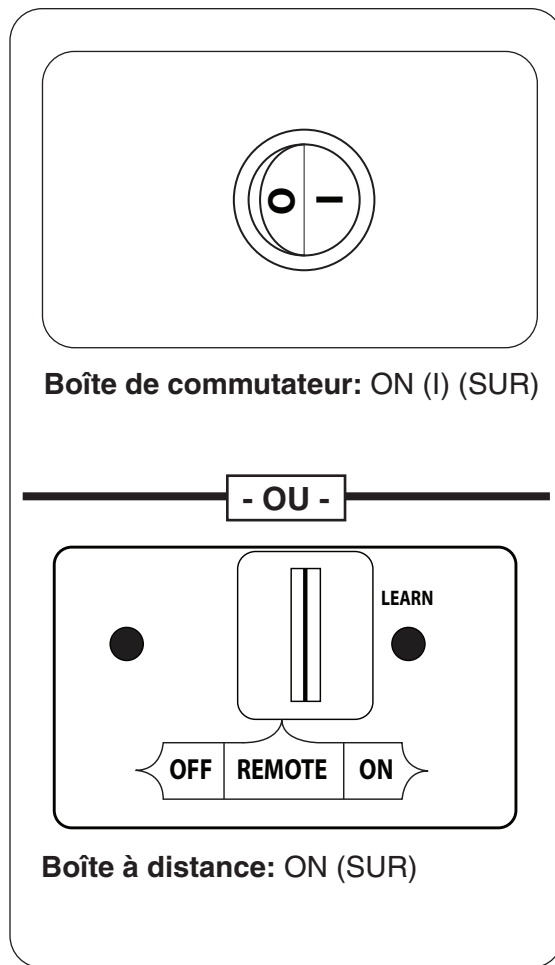

Fig. 32-1 Allumage manuel
1. Boîte De Commutateur Modèles: Repérez l'interrupteur ON/OFF (sur/éteindre) à l'avant de la boîte de commutation. Appuyez sur l'interrupteur sur la position **ON (I)** (sur). Voir Fig. 32-1.
Boîte À Distance Modèles: Situez l'interrupteur à 3 positions sur le récepteur à distance (voir la Fig.32-1.), Et faites glisser le commutateur à la position **ON** (sur).